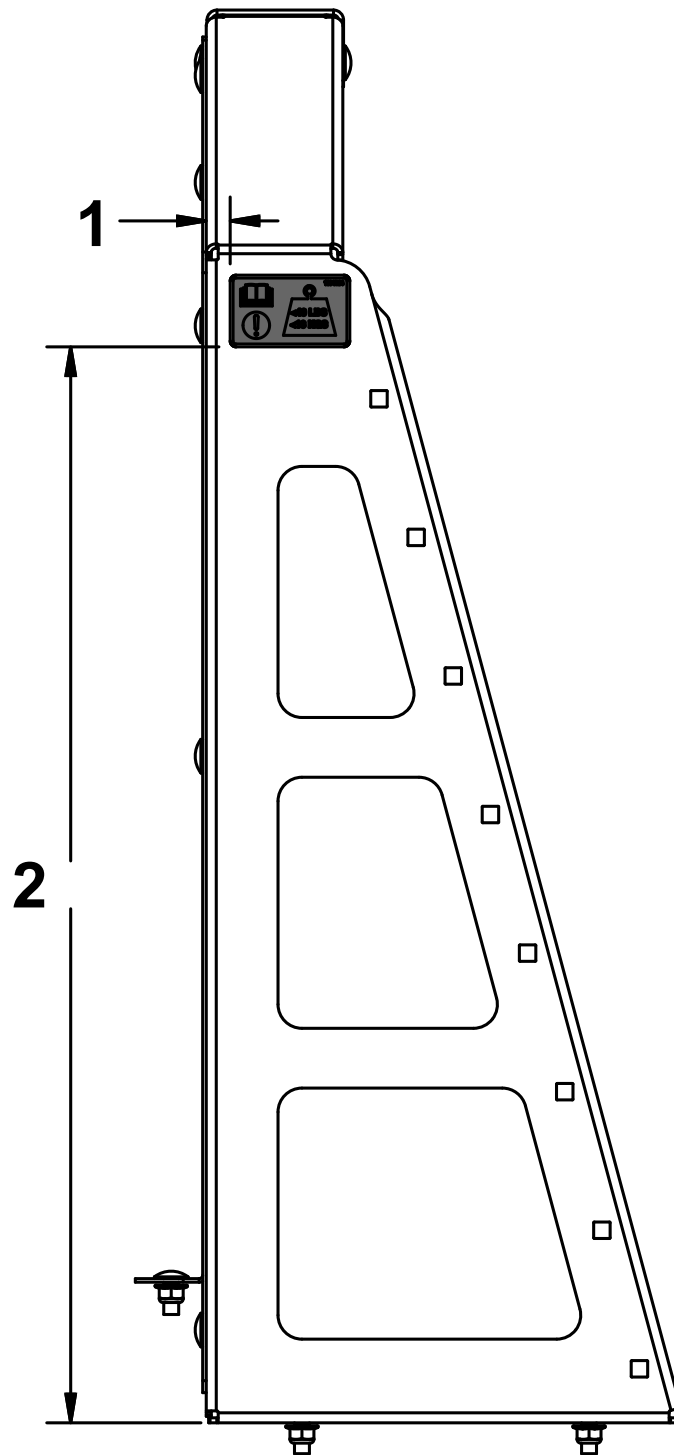

Figure 7
10. Nettoyez la surface et apposez l'autocollant de limite de charge sur les racks gauche et droit, en vous aidant des dimensions approximatives indiquées à la Figure 7.